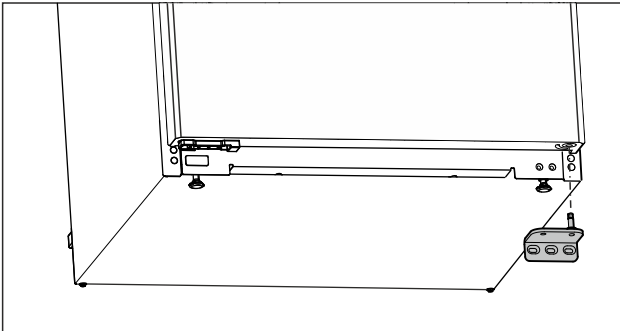

Fig. 13
- Lagerbock nach unten abnehmen. (siehe Fig. 13)